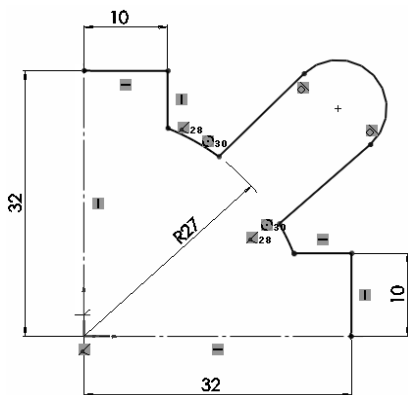

图 2-10 裁剪图形
**06** 裁剪图形。单击“草图”控制面板中“裁剪实体”按钮, 修剪多余圆弧, 裁剪图形如图 2-10 所示。